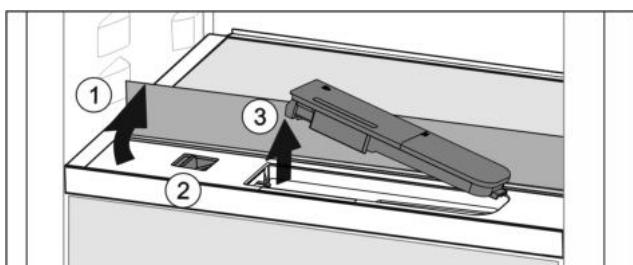

Fig. 43
- Повдигнете стъклена плоча и я завъртете до ограничителя назад Fig. 43 (1).
- Преместете пъзгача Fig. 43 (2) наляво.
- Извадете резервоара за вода Fig. 43 (3).